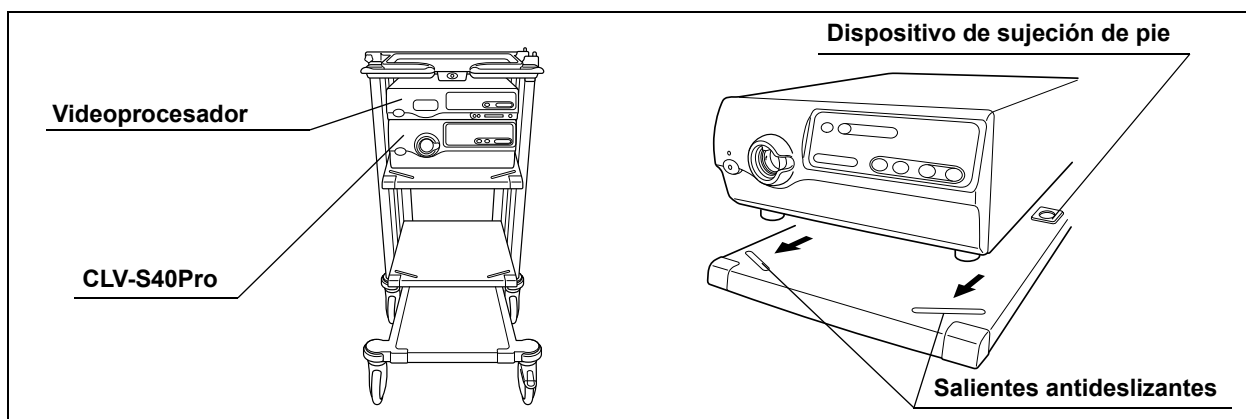

Figura 7.3
3. Alinee los dos soportes de pie delanteros de la fuente de luz con los salientes antideslizantes de la bandeja móvil del trolley (véase la figura 7.3).
4. Retire el papel de la parte inferior de los dos soportes de pie que se entregan. Coloque los soportes de pie en las dos posiciones correspondientes en la parte trasera y acóplelos suavemente (véase la figura 7.3).